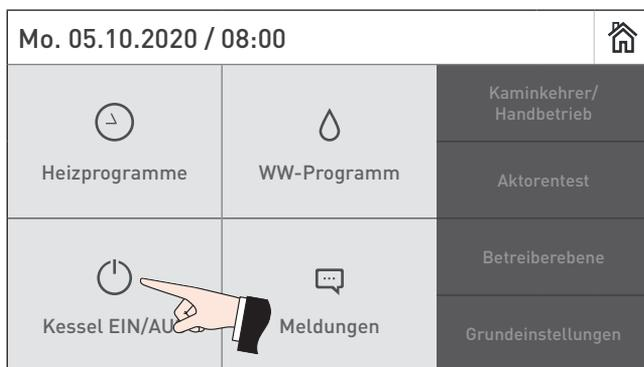

Fig. 46 BioWIN 2 Touch ausschalten
- ▶ BioWIN2 Touch mittels EIN/AUS-Taste am InfoWIN Touch ausschalten (Fig. 46 – siehe auch Bedienungsanleitung InfoWIN Touch) und warten, bis die Anzeige erloschen ist (ca. 20 min).